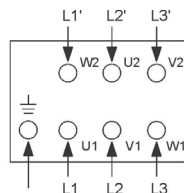

Fig. 3
- Effectuer les branchements, selon le cas, en fonction de la Fig. 3.